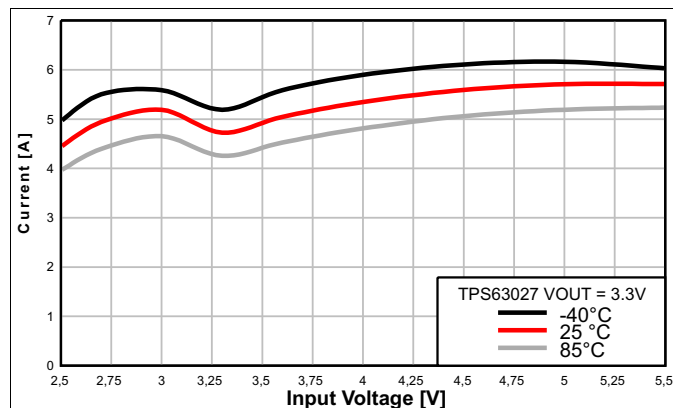

图 6. Average Input Current vs Input Voltage
Given the curves provided in 图 6, it is possible to calculate the output current reached in boost mode, using 公式 1 and 公式 2 and in buck mode using 公式 3 and 公式 4.
- I_{IN} = Minimum average input current (图 6)
- (4)